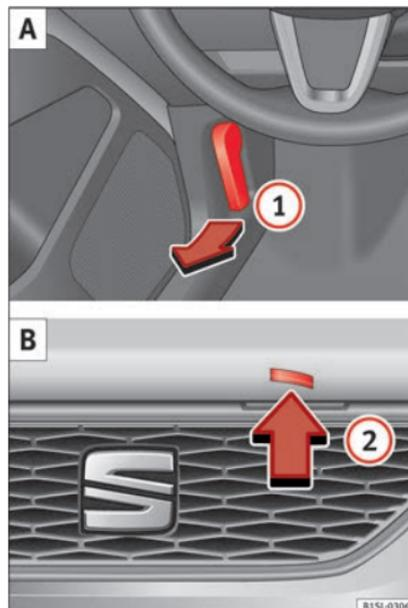

Fig. 8 A: Alavanca de destrancagem na zona dos pés, no lado do condutor. B: Alavanca de destrancagem do capô do motor.
• Puxe a alavanca de destrancagem ① no sentido da seta »» Fig. 8 A. Por reação de tensão da mola, o capô do motor é impulsionado do elemento de trancagem da peça porta-fechadura »» ⚠ em Preparativos para trabalhar no compartimento do motor na página 199.
• Levante ligeiramente o capô do motor e pressione ao mesmo tempo a alavanca da destrancagem ② B na direção da seta para abrir o capô do motor por completo.
• Retire a vareta de fixação do capô do suporte na direção da seta ③ C e coloque-a na abertura prevista para esse fim ④ D (seta).